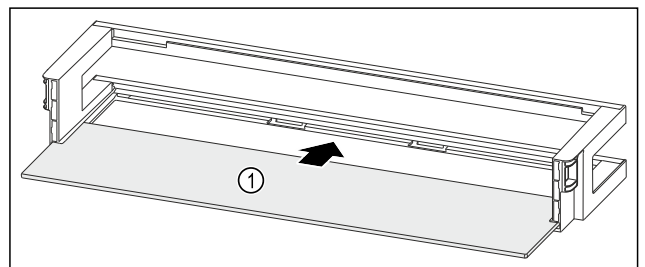

Fig. 117 Türabsteller mit Abstellfläche
- ▶ Abstellfläche Fig. 117 (1) in die seitlichen Einsparungen einschieben.